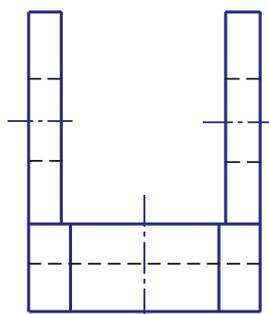

Рис. 4.10
6. Построить вид слева (пример на рис. 4.10).